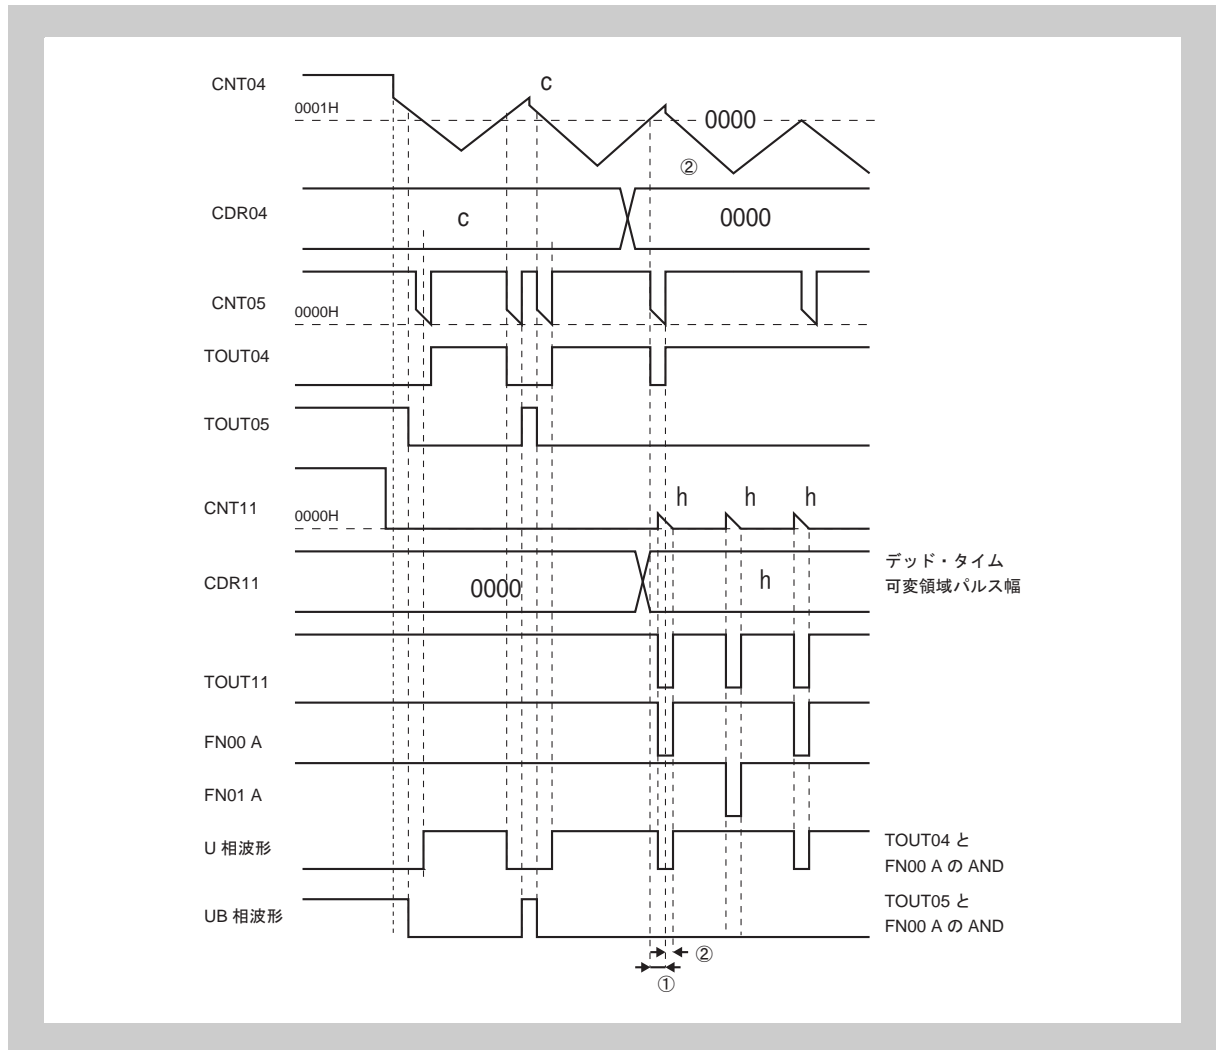

図 36-23 デッド・タイム可変領域パルスがデッド・タイム付き三角波 PWM 出力に影響する例
**注意** CDR04 へ U 相デューティ 100%設定と同時に CDR11 にデッド・タイム可変領域パルス幅の値を設定した場合、図 36-23 で示す通り、機能仕様上 1. で示す TOUT04 から出力される最後の PWM に対し、2. で示される分、デッド・タイム可変領域パルスが影響を与えてしまいます。
詳細は図 36-23 「デッド・タイム可変領域パルスがデッド・タイム付き三角波 PWM 出力に影響する例」を参照してください。